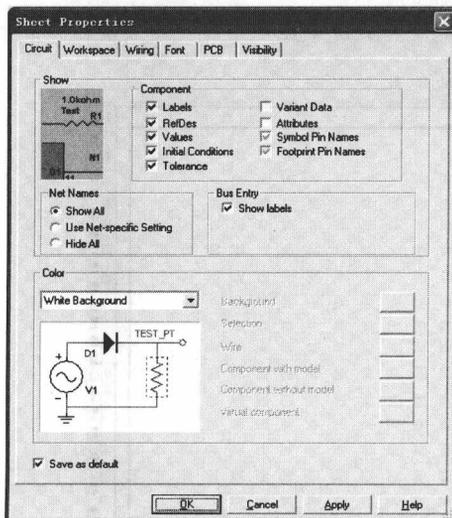
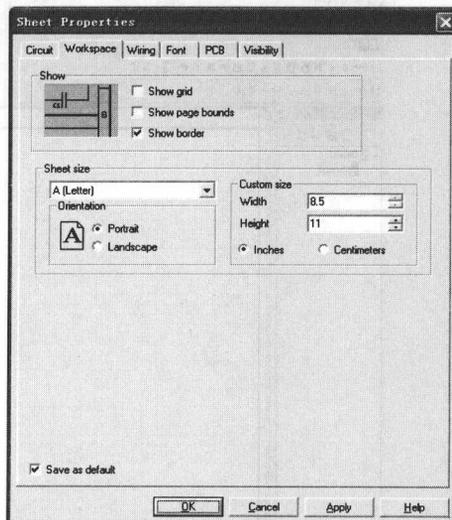

图 1-2 Circuit 选项卡
图 1-3 Workspace 选项卡
(1) 元件符号标准的选择。Multisim10.0 中有两套符号标准可供选择。一套是美国符号标准 ANSI;另一套是欧洲符号标准 DIN。打开 Options 菜单下的 Global Preferences 子菜单,在 Symbol standard 选项区中选择元件符号标准。由于我国电气符号标准与欧洲国家符号标准相近,因此选择 DIN 比较好。
(2) 元件参数及页面设置。单击菜单 Options 下的 Sheet Properties 子菜单,在 Circuit 选项卡中设置电路原理图中各元件参数的显示项,如图 1-2 所示,其中 Show 区设置元件及连线上所要显示的文字项目等,Color 区设置编辑窗口内各元件和背景颜色;在 Workspace 选项卡中设置电路显示窗口图纸的形式,如图 1-3 所示,其中 Show 区设置窗口图纸格式,Sheet size 和 Custom size 区设置窗口图纸的规格大小和摆向;另外, Wiring 选项卡用于设置导线宽度和连线方式,Font 选项卡用于设置元器件属性等文字,PCB 用来设置要生成的 PCB 属性,Visibility 用来设置增加 Multisim10.0 中有用的自定义标注层。以上有些项可以采用默认设置。